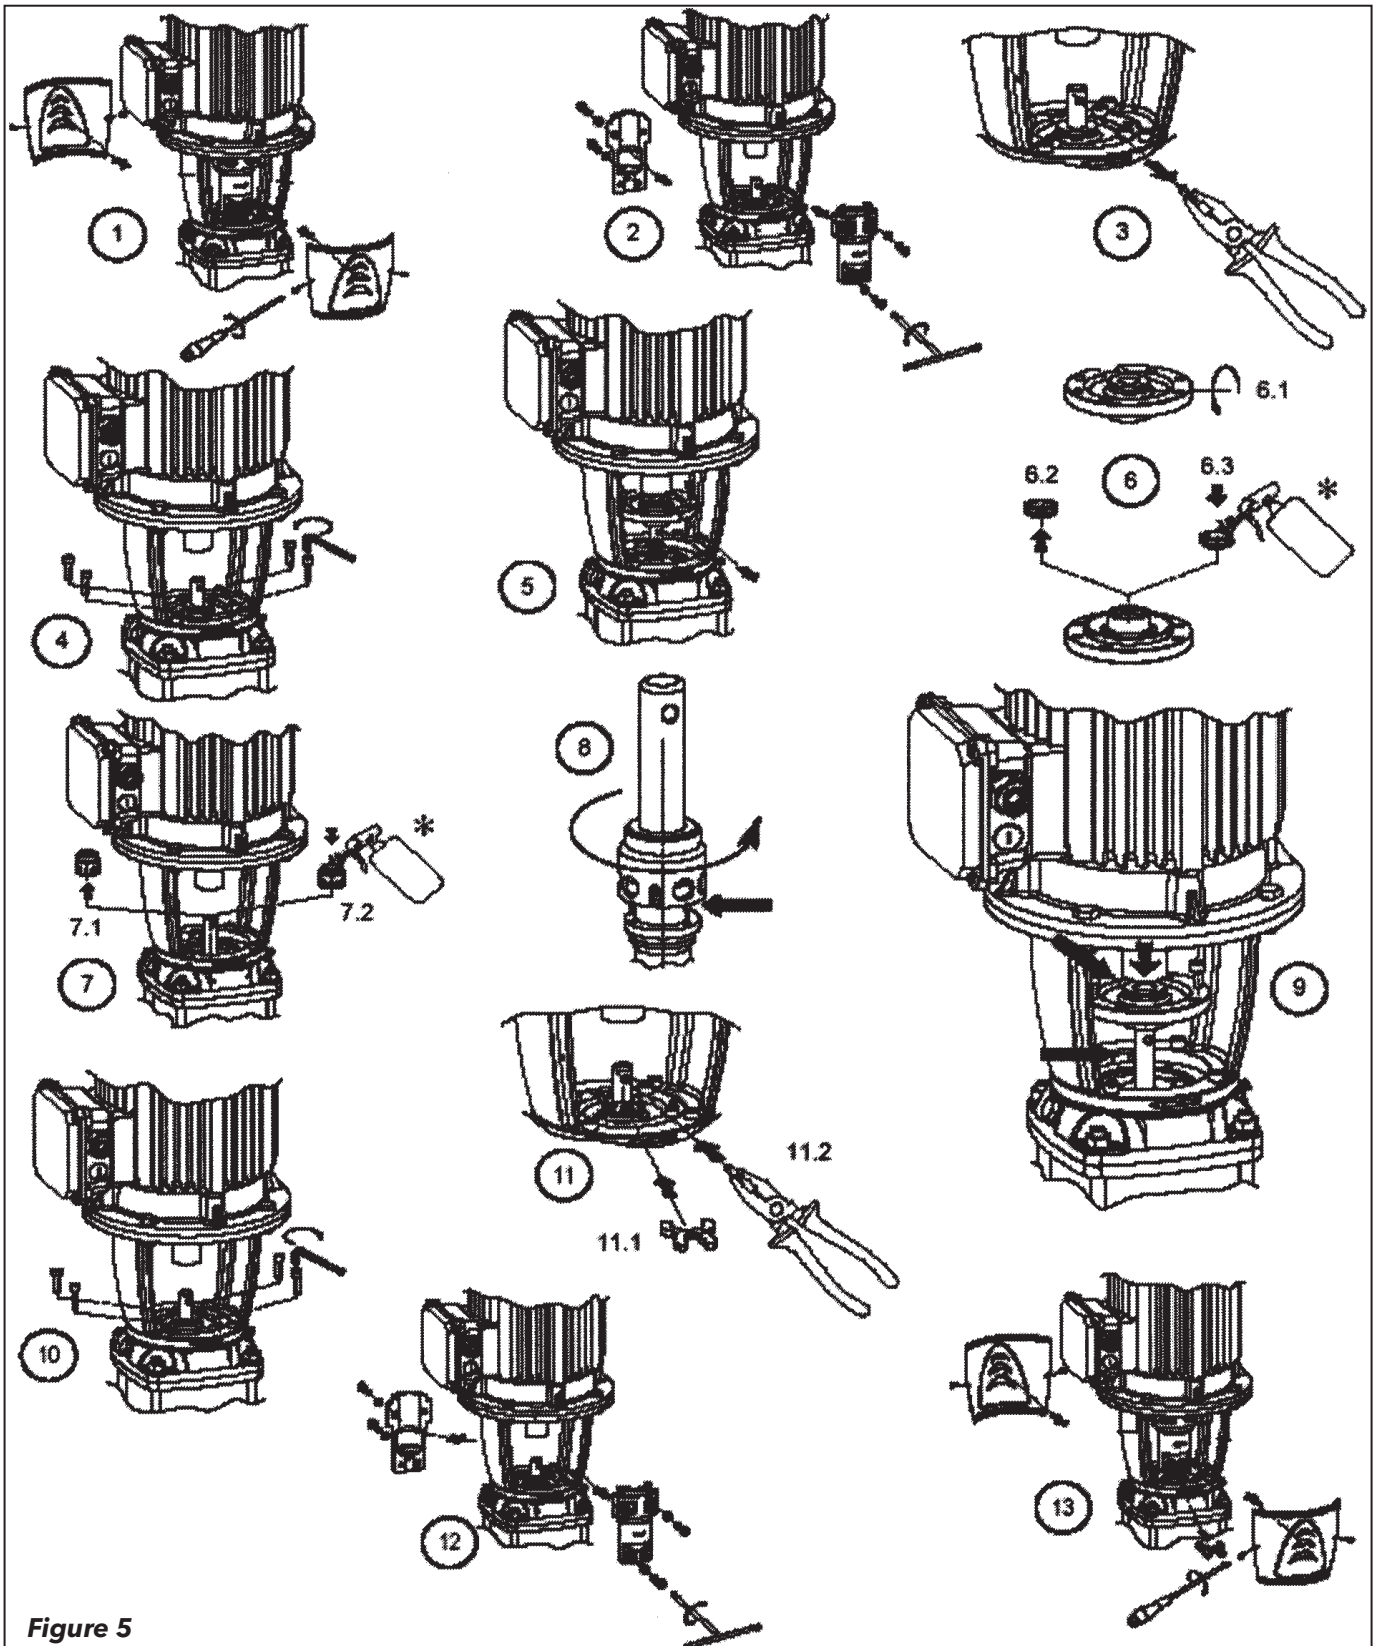

Figure 5
10. Reinstall the coupling pin and locate the space shim on the shaft on the seal housing. If the shim is not available, a 5 mm spacer can be used. *See step 11 in Figure 5.*
11. Reinstall the coupling halves and evenly tighten the coupling bolts and torque them to 37 lbs ft (50 Nm) for 184TC frame motors and torque coupling bolts to 48 lbs ft (65 Nm) for all larger frame sizes. Remove the spacer shim and save for future use. *See step 12 in Figure 5.*
3. Enlever les carters d'accouplement, les 4 vis d'assemblage des demi-accouplements, ces derniers et la goupille de liaison (*v. fig. 5, nos 1 à 3*).
6. Poser deux (2) des vis de fixation (à tête hexagonale) dans les orifices taraudés du fouloir de la cartouche et les visser uniformément pour dégager la cartouche. Lever la cartouche et la retirer par l'espace libre entre les deux arbres.
10. Insérer la goupille de liaison de l'arbre de pompe dans son orifice et placer la cale de réglage de position sur la saillie centrale de la plaque-logement (*v. 11, fig. 5*). À défaut, on peut employer une cale de 5 mm (0,203 po) d'épaisseur.
12. Tourner l'arbre à la main pour s'assurer que la pompe et le moteur ne sont pas grippés, puis poser les carters d'accouplement (*v. 13, fig. 5*).